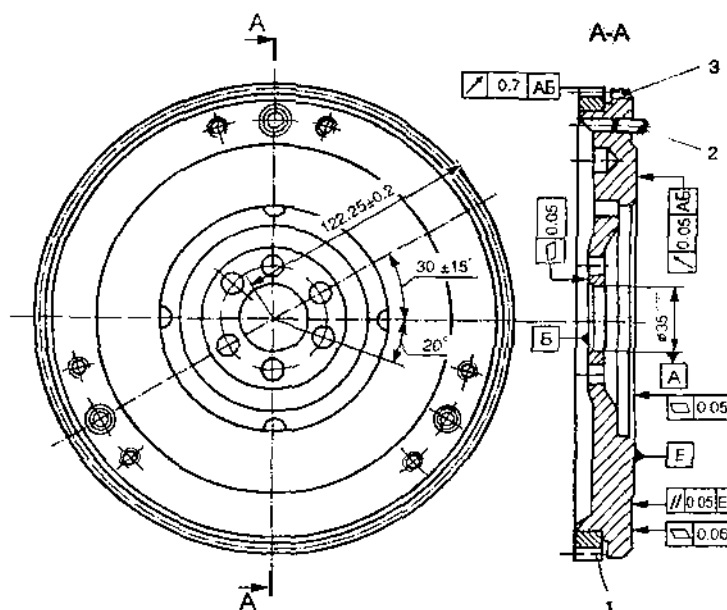

Рис. 2.30.1. Маховик:
4. Отклонение формы и расположения поверхностей - рис. 2.30.1.